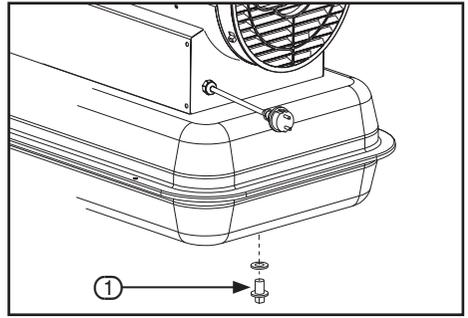

FIG.4
10.1 STORING & TRANSPORTING THE HEATER – FIG.4